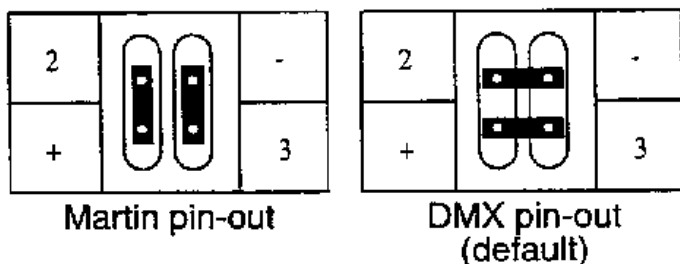

Fig. 8: ponticelli XLR
2. Posizionare i ponticelli di PL233 e PL234 per la configurazione XLR desiderata, come in Fig. 8.